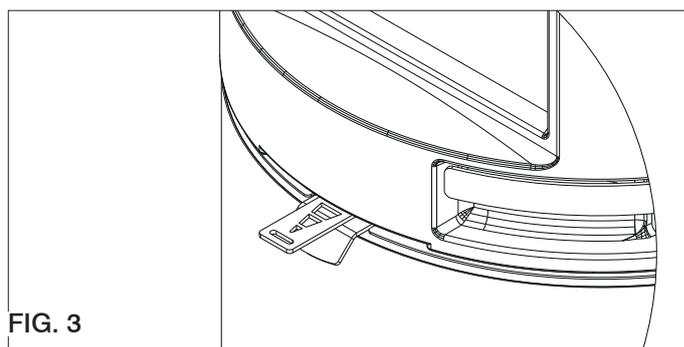

FIG. 3
- Posizione "Accensione"/potenza max (fig. 3)